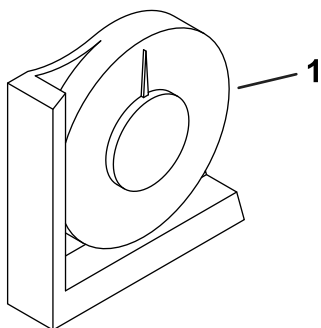

Figure 3
2. Vérifiez que la machine est de niveau en plaçant l'inclinomètre à main (fourni avec la machine) sur la traverse du cadre près du réservoir de carburant (Figure 3).